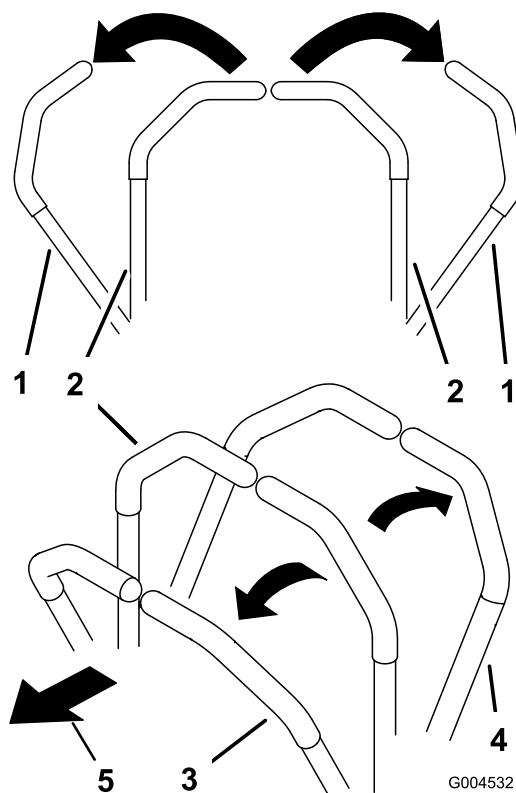

Figura 18
1. Spostate le leve di controllo del movimento (Figura 18) togliendole dalla posizione di BLOCCO IN FOLLE.
3. Per fare marcia avanti spingete lentamente in avanti le leve di controllo del movimento (Figura 18).
Per spostarvi in linea retta, applicate una pressione identica su entrambe le leve di controllo del movimento (Figura 18).
Per girare, spostate la leva di controllo del movimento verso il folle, nella direzione in cui volete voltare (Figura 18).
2. Per fare marcia indietro tirate lentamente indietro le leve di controllo del movimento (Figura 18).
Per girare, rilasciate la pressione sulla leva di controllo del movimento verso la direzione in cui volete voltare (Figura 18).